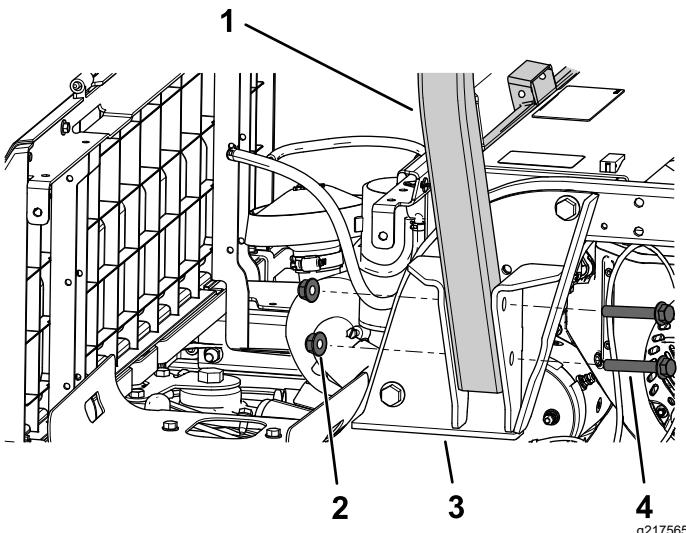

Figura 26
1. Fissate un lato del roll bar a una staffa del ROPS utilizzando 2 bulloni a testa flangiata ($\frac{1}{2}$ " x $3\frac{1}{2}$ "), 2 rondelle piane ($\frac{1}{2}$ ") e 2 dadi di bloccaggio ($\frac{1}{2}$ ") come illustrato nella Figura 26.